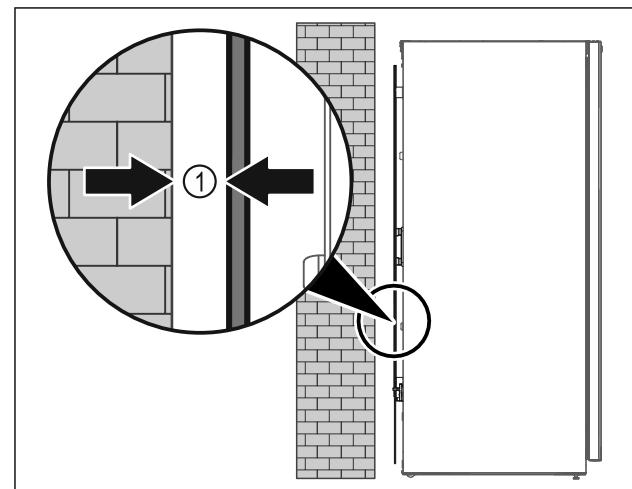

Fig. 37
- Instalar el electrodoméstico en medio de una sala o directamente arrimado a una pared con una distancia mínima de 5 mm Fig. 37 (I).